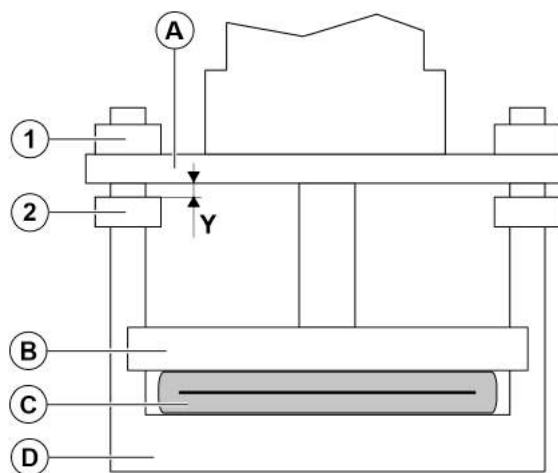

Figura 19.
12. Ajuste las tuercas inferiores (*Figura 19*, tuerca 2) Y mm de la placa de fijación (consulte las dimensiones Y en Table 2).